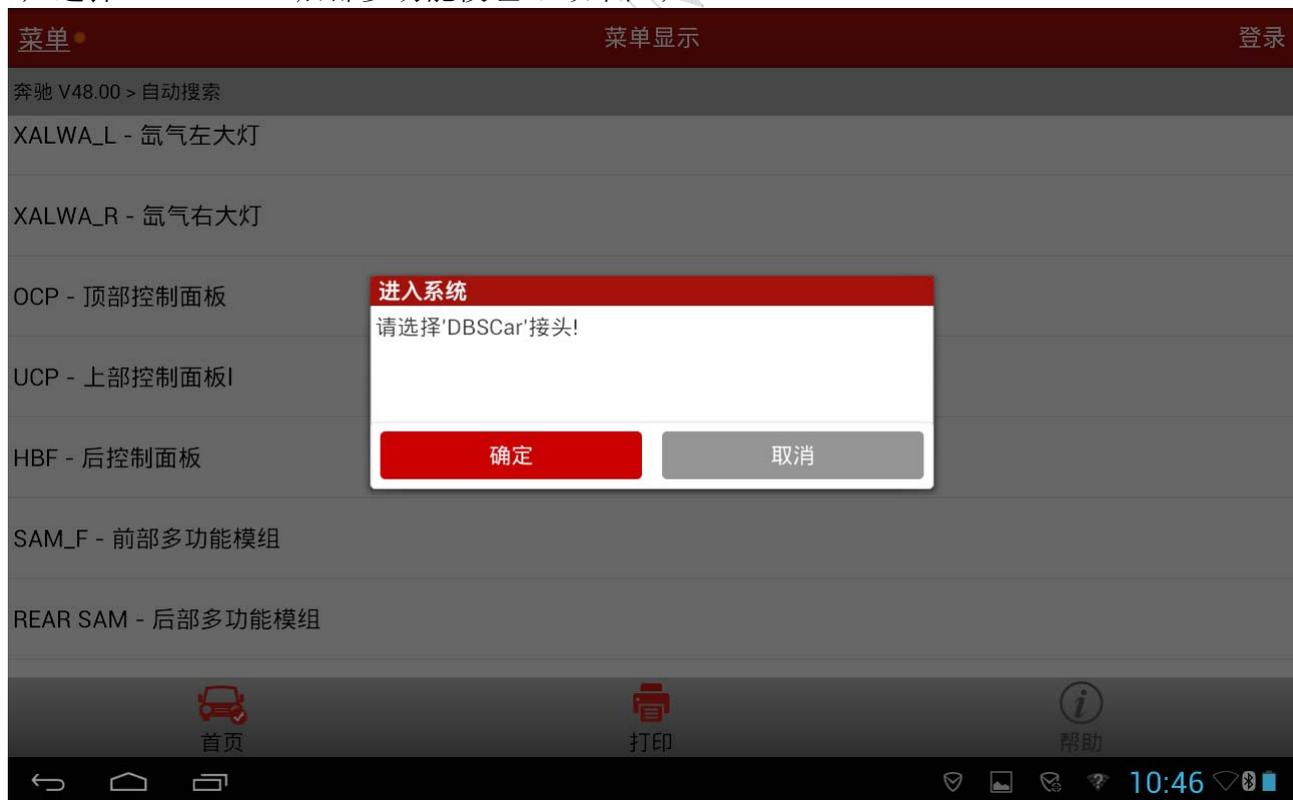

图 3
3). 选择“REAR SAM-后部多功能模组”，如图 3；